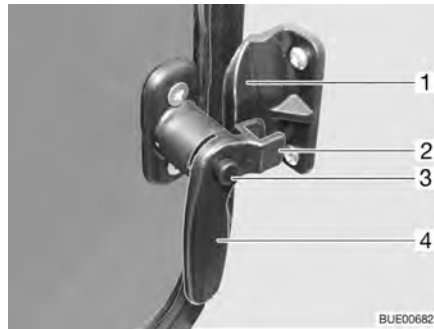

Bild 29 Fönster på ingångsdörren, låsarm stängd
- Tryck på låsknappen (Bild 29,3) och håll den nedtryckt.
- Sväng låsarmen (Bild 29,4) mot fönstrets mitt.
- Sväng låsarmen (Bild 29,4) mot fönsterkarmen. Fästdelen (Bild 29,2) på låsarmen sitter helt på fönsterlåsets insida (Bild 29,1).